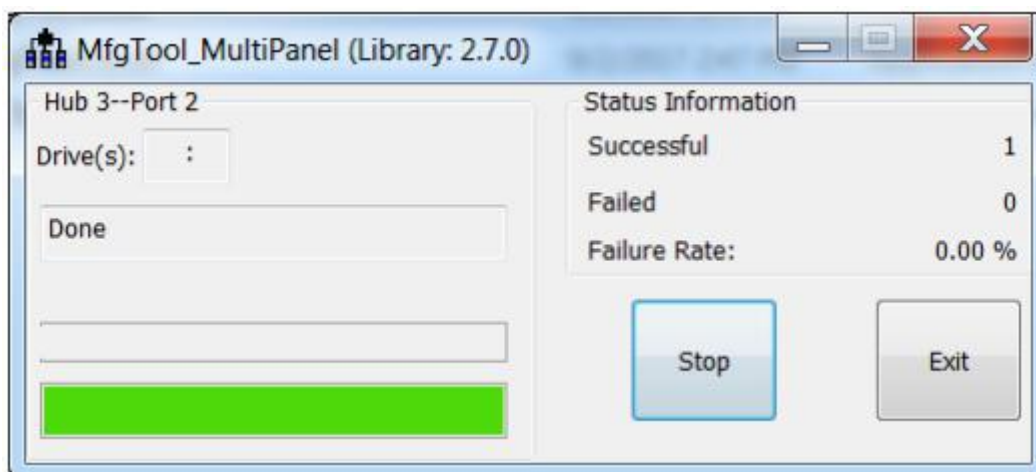

图 13. flash 烧写成功
5. 对可引导的映像进行烧写。单击“Start”按钮，并等待它完成，如图 13. 所示。要退出 Mfgtool，点击“Stop”和“Exit”按钮。